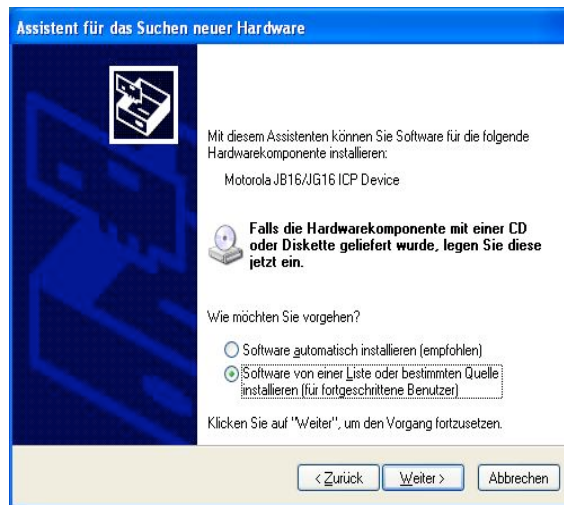

Abb. 2
- Hardwareauswahl für den Motorola nicht automatisch, sondern mit Liste auswählen (Abb.2)